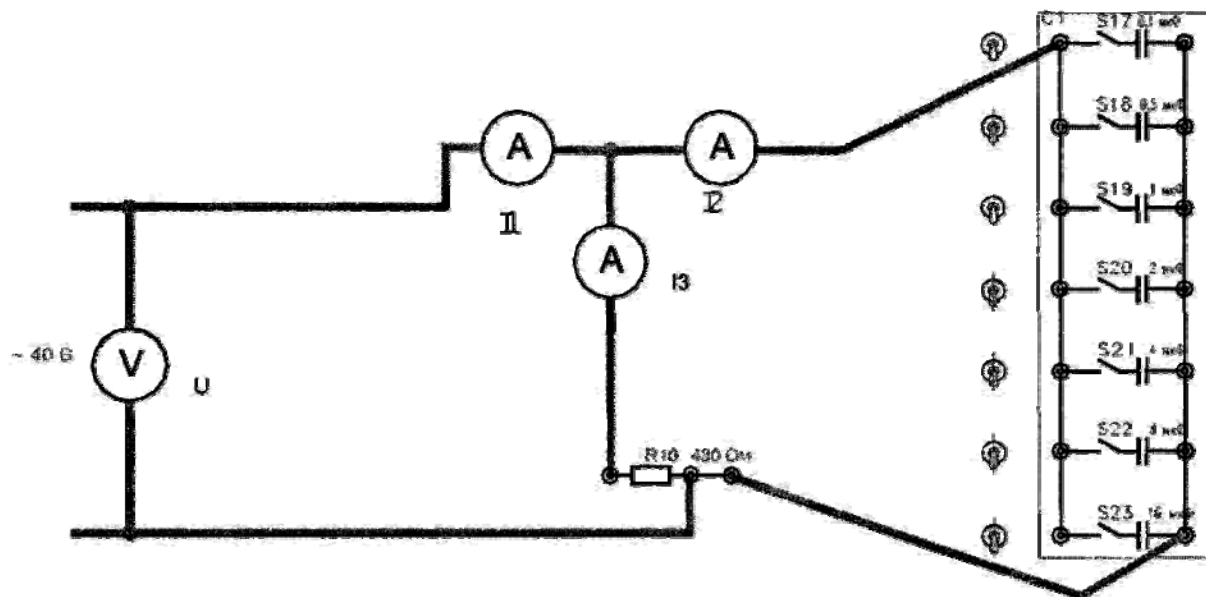

Рис. 19
- 19.3.2. Собрать и изучить схему электрической цепи (рис. 19.).